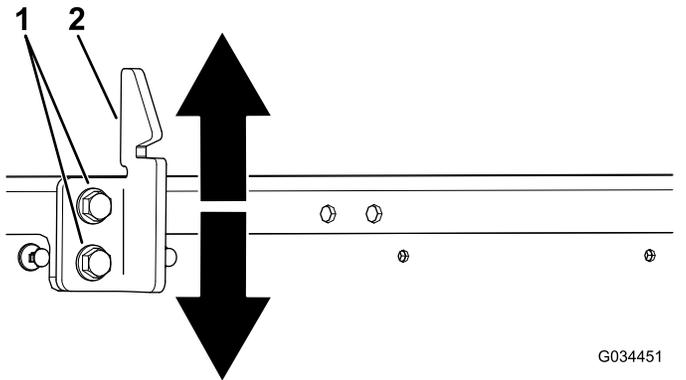

Рисунок 55
3. Ослабьте 2 болта на ударном выступе защелки кузова и переместите ударный выступ вверх или вниз, если он расположен слишком низко или слишком высоко (Рисунок 55).
4. Затяните 2 болта на ударном выступе защелки кузова (Рисунок 55).